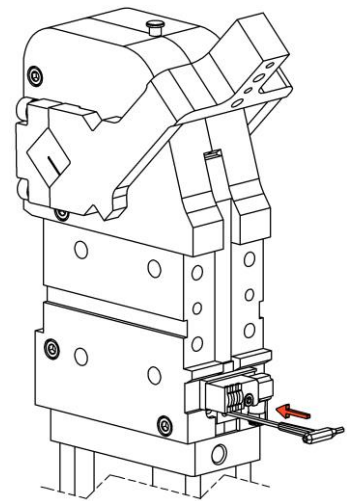

图 3
- 2) 插入最大 \varnothing 5mm 的六角扳手，推压弹簧，施力 ≥ 200 N; (图 3)